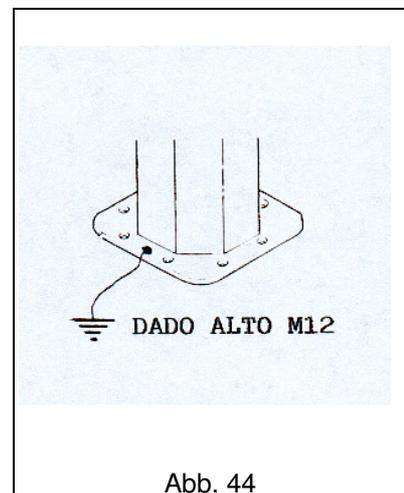

Abb. 44
- **Die Erdungsanlage mit dem Kranaufbau an den vorgesehenen Hebepunkten verbinden (Abb. 44).**